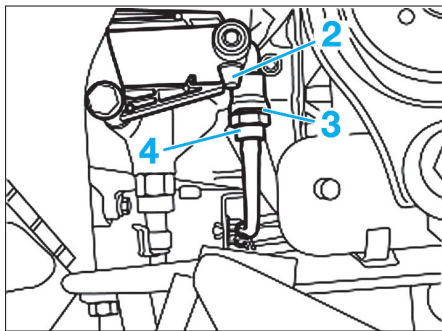

Fig. 16
• Retirer le bouchon de protection (1) et relier le dispositif de recyclage (tuyau et réservoir) au purgeur situé sur l'actionneur hydraulique d'embrayage (Fig.16).